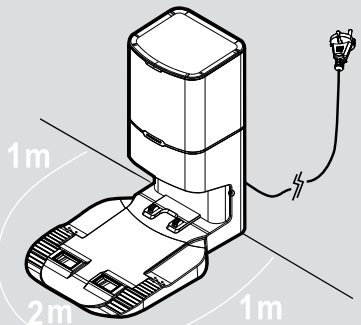

Fig. 2
1. Conecte a base de recolha de pó. **[Fig. 2]**
4. Não deve haver nenhum objeto na área ao redor da Base de Recolha de Pó por 2 metros na frente e 1 metro de cada lado. **[Fig. 2]**